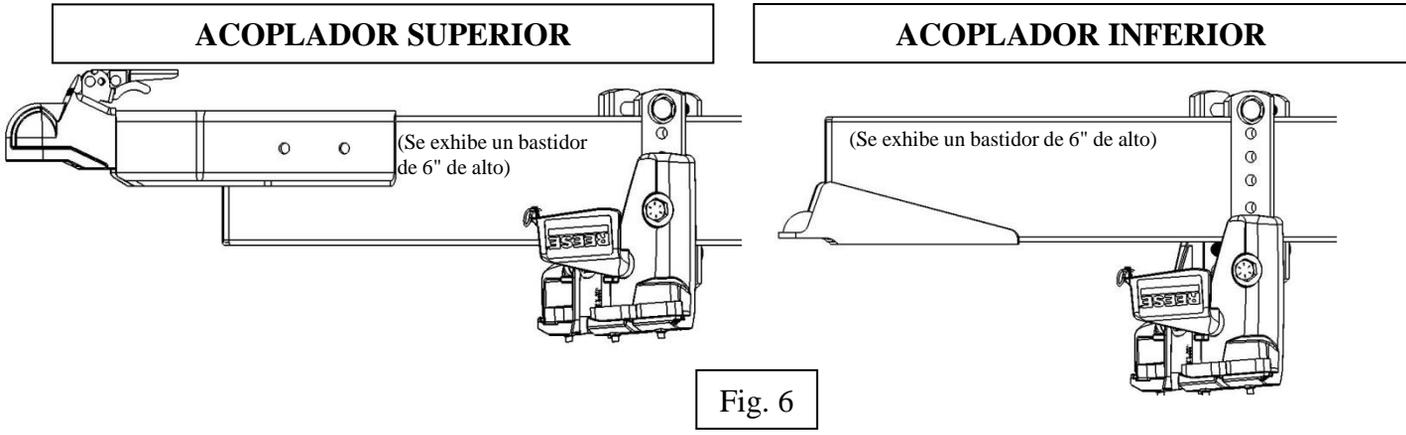

Fig. 6
9. Deslice el **soporte del bastidor ajustable** sobre la **barra T** a la altura correspondiente para el montaje del acoplador superior o inferior. Para la instalación de los acopladores superiores, debe haber un orificio roscado visible por encima del **soporte del bastidor ajustable**. Para la instalación de los acopladores inferiores, el perno de montaje del **soporte del bastidor ajustable** debe fijarse en el orificio por debajo del perno del bastidor inferior (Ver Fig. 6).
Deslice a la ubicación aplicable que se muestra en la Fig. 6.